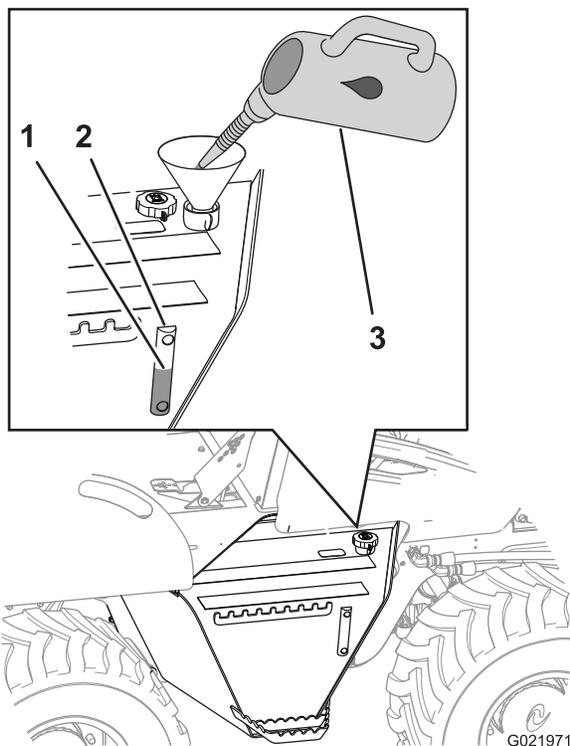

Figura 93
1. Llene el depósito de aceite hidráulico con aceite hidráulico del tipo especificado hasta que el nivel de aceite está en el punto medio de la mirilla (Figura 93).
3. Instale el tapón/respiradero (Figura 93).